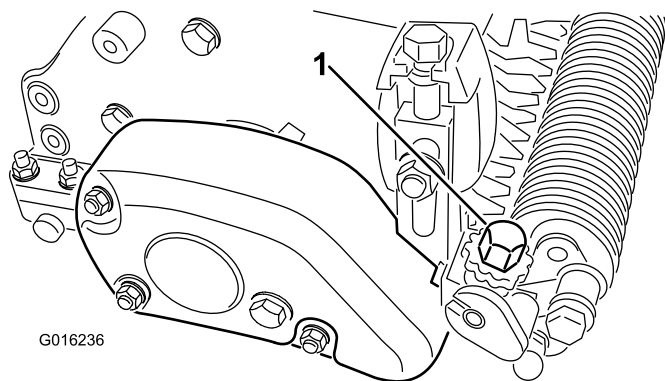

Figure 22
4. À une extrémité de l'arbre du groomer, mesurez la distance entre la pointe la plus basse d'une lame du groomer et la surface de travail. Tournez le bouton de réglage de hauteur du groomer (Figure 22) pour élever ou abaisser la pointe de la lame à la hauteur voulue. Chaque cran sur le bouton de réglage correspond à peu près à 0,08 mm de profondeur du groomer.